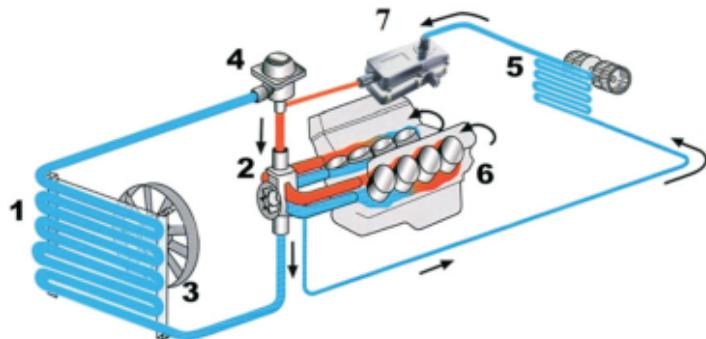

Bild 3. Värmarens placering relativt motor och kylsystem
1. Se till att en lämplig monteringspunkt för värmaren finns i fordonets motorrum. Det bör finnas tillräckligt med utrymme och motorns kylvätskeslang skall passa lätt in i värmaren. Det är viktigt att vattnet som värmes upp av värmaren förflyttas till motorn så snabbt som möjligt och att det kylda vattnet återflyttas till värmaren via en kylare och / eller värmeväxlare. (Se bild 3.)